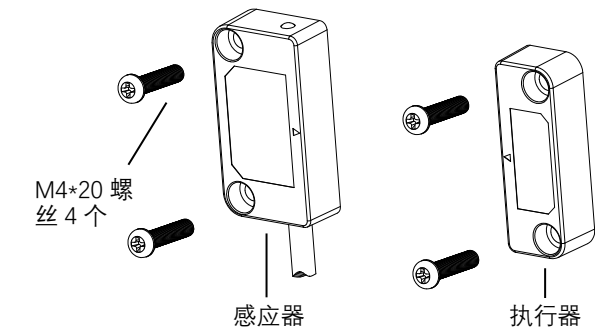

图 7-1 安全开关安装示意图
- 感应器固定在防护设备的固定部分上，执行器固定在防护设备的移动部分上。如图 7-1 所示，安装步骤如下：